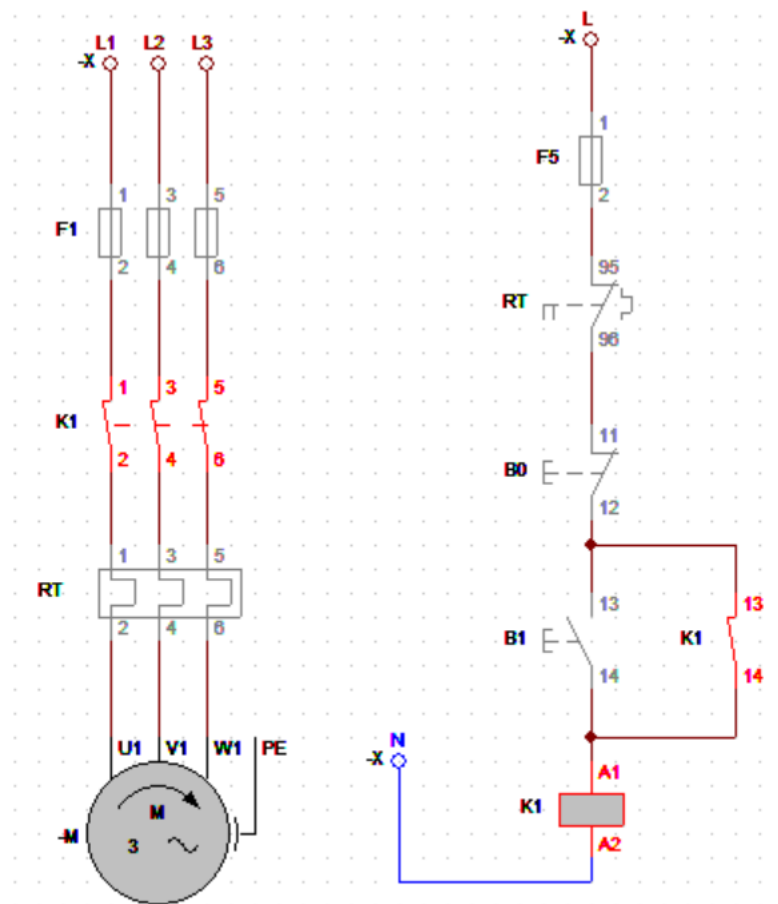

Figura 31 – “Acionamento” do motor trifásico
17) Na Figura 31 temos o esquema funcionando no modo “Simulação”.